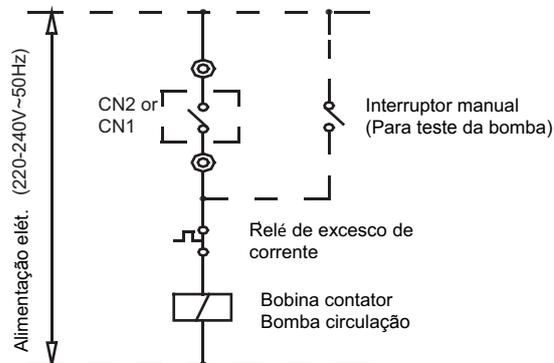

Fig.5-3
Passo 10. A ligação dos cabos da bomba de circulação realizar-se-á nos terminales CN1 ou CN2 da unidade principal (Principal), através de um contator externo, tal como é mostrado na Fig. 5-3.